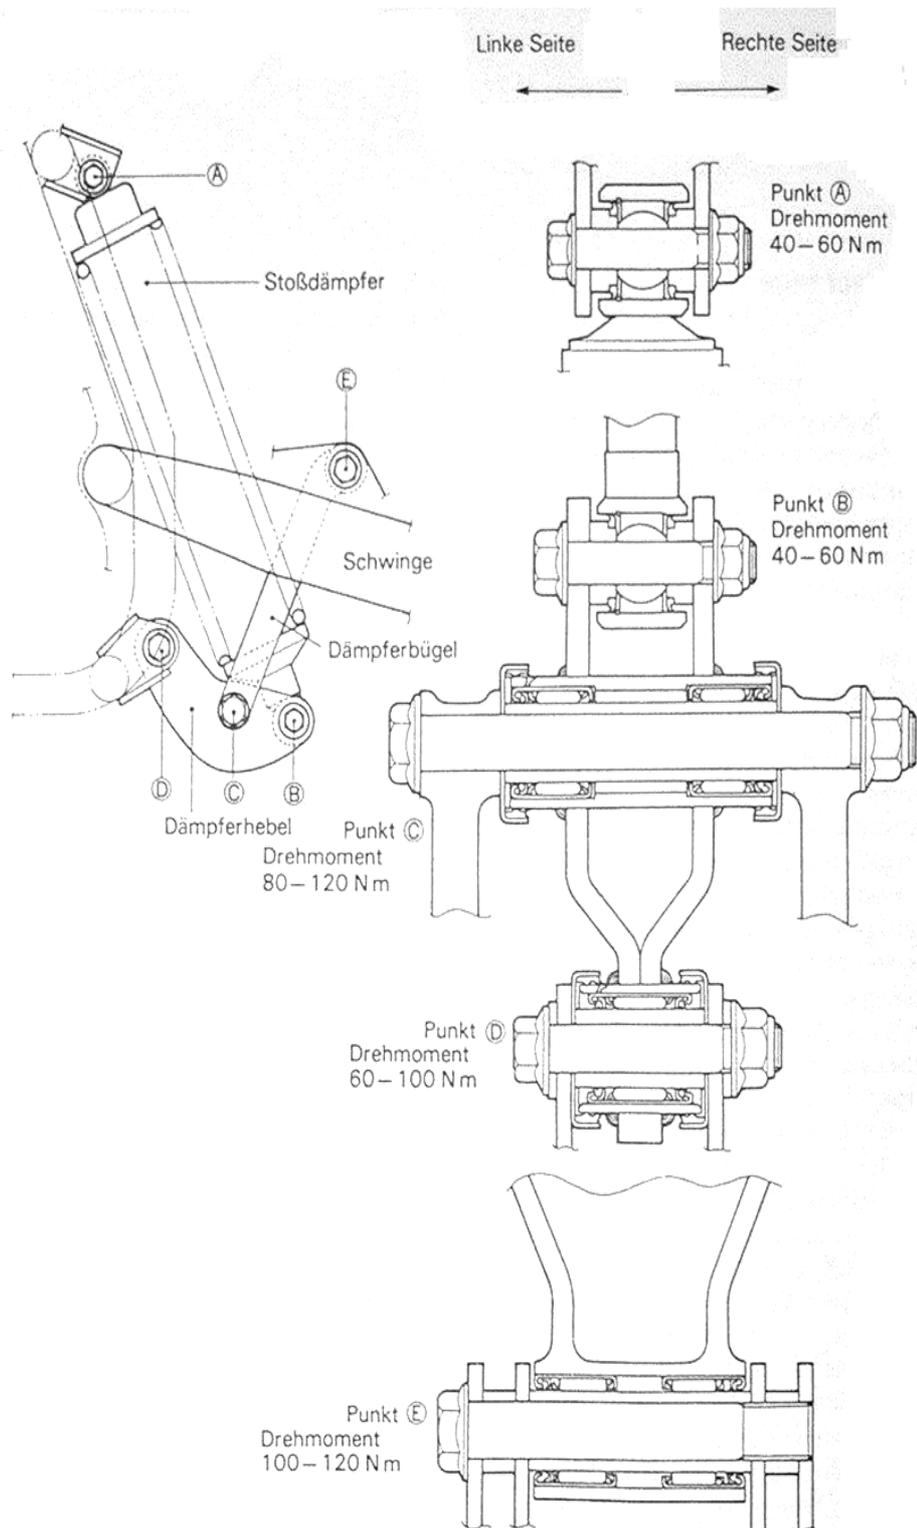
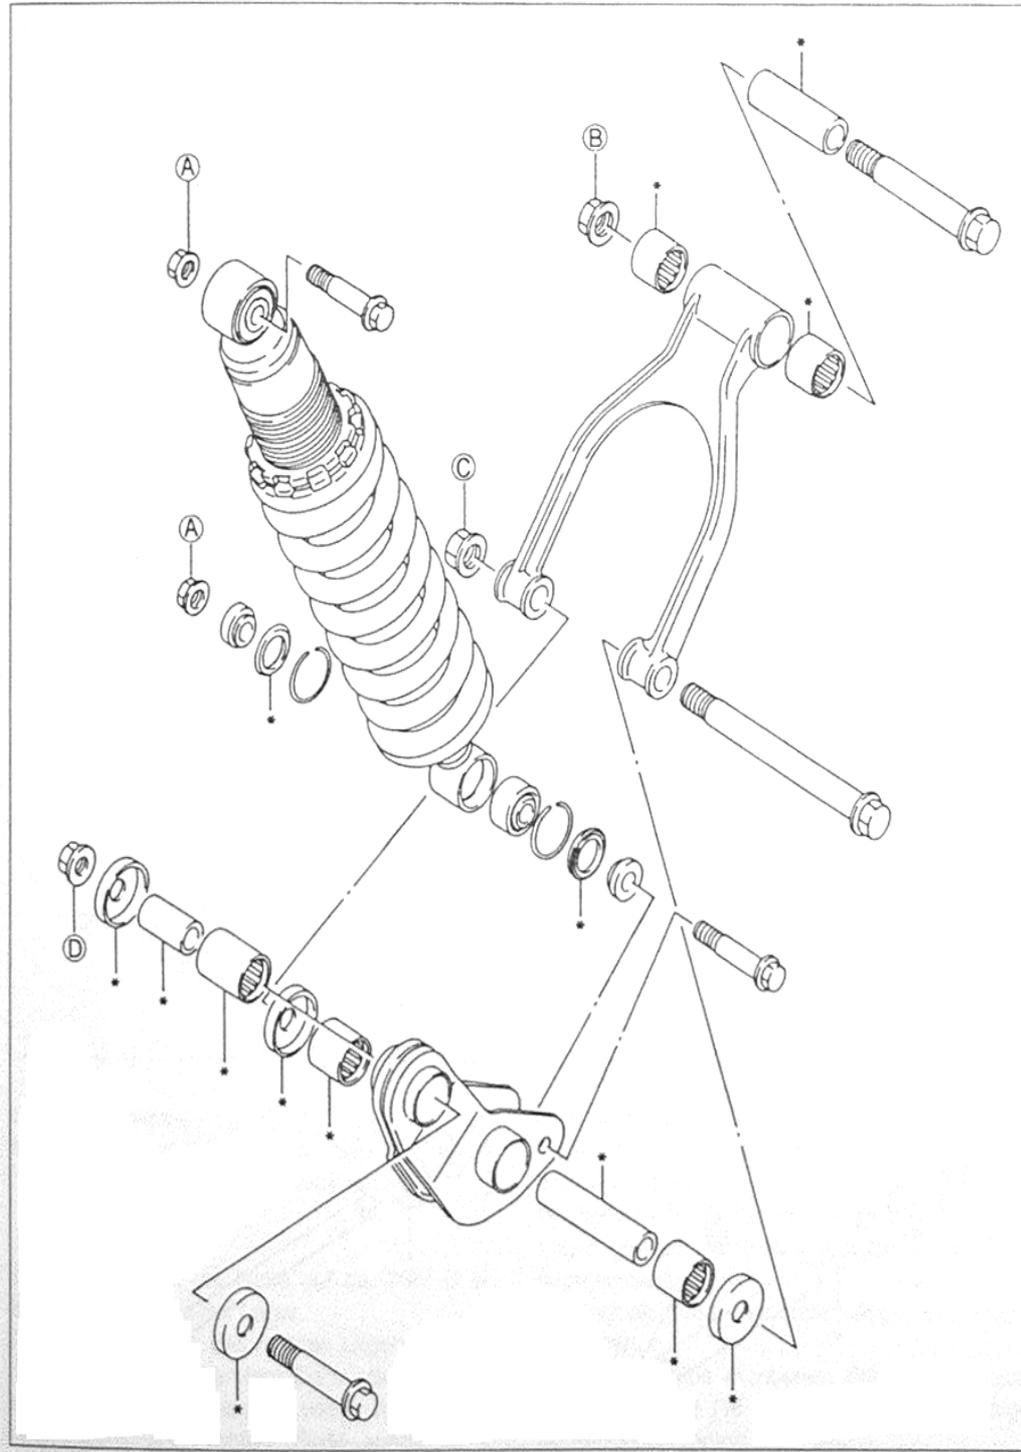

Bild 206
Bild 207
- Untere Federbeinbefestigung B lösen und Pleuelarm von Schwinge (E Bild 206) abnehmen. Federbein herausführen.
- Einbaulage des Relais-Arms und Anzugsmomente siehe Bild 206. Relais-Arm und Pleuelstange vormontieren und einsetzen (Bild 207).